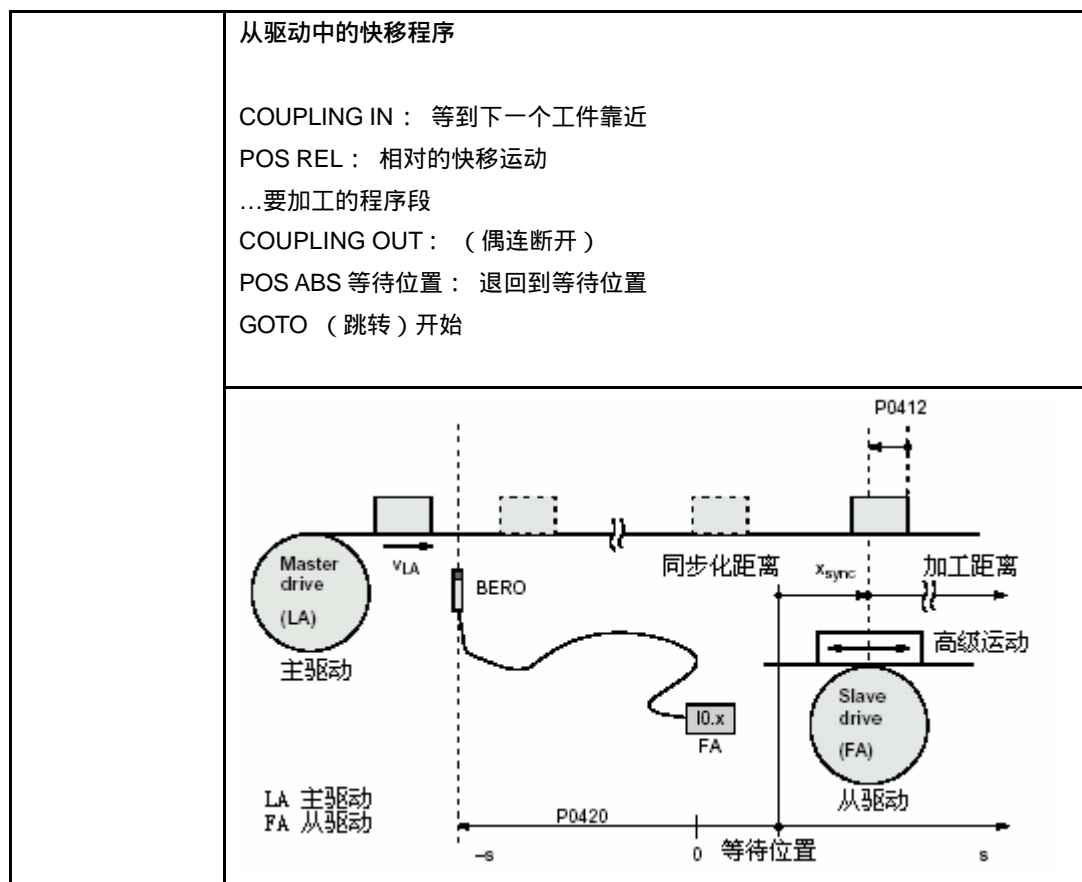

图 6-36 应用例：经过输入端子的带排序功能的偶连
- (请参见图 6-36) 实例中主驱动带动一个传送带。工件的位置用测量探头检测并保存在从驱动的参数 P0425:16 中的。如果工件趋近到它的等待位置, 从驱动加速时间要足够长, 这样它可以跟加工区内的工件同步移动。